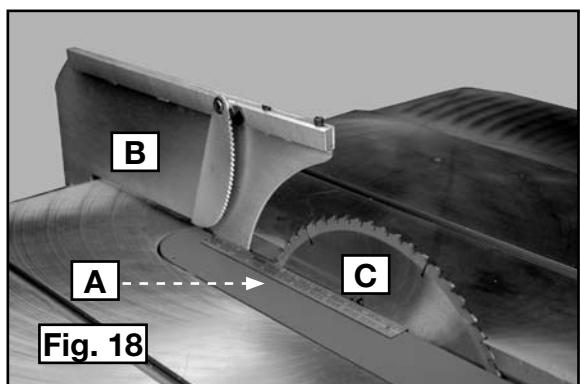

Fig. 18
- Utiliser une règle droite (A) fig. 18, pour voir si le couteau séparateur (B) est aligné avec la lame (C). Serrer les boulons de montage.